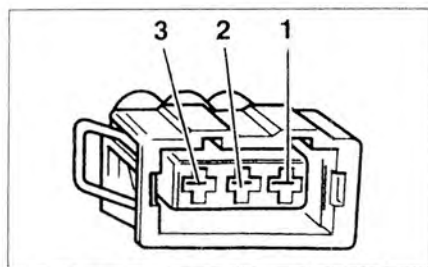

Рис. 3.53. Проверка сопротивления между тестером и 3-пальчиковым разъемом на прерывание цепи.
5. В случае достижения заданного значения присоедините тестер V.A.G 1598/18 к жгуту проводов блока управления двигателем. Проверьте провода между тестером и 3-пальчиковым разъемом на прерывание цепи: пальчик 1 + гнездо 33, пальчик 2 + гнездо 8, пальчик 3 + гнездо 1 (рис. 3.53).
8. В случае достижения заданного значения присоедините тестер V.A.G 1598/31 к жгуту проводов блока управления двигателем. Проверьте провода между тестером и 3-пальчиковым разъемом на прерывание цепи: пальчик 1 + гнездо 102, пальчик 2 + гнездо 110, пальчик 3 + гнездо 86 (рис. 3.53). **Заданное значение:** макс. 1.5 Ом.